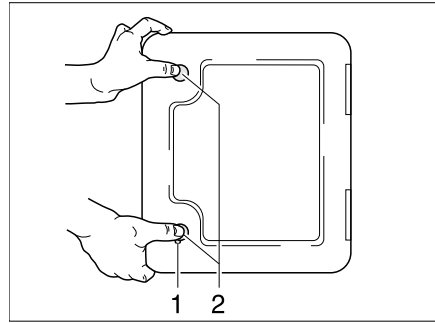

Bild 238 Klappe für die Toiletten-Kassette
- Die Klappe für die Kassette außen am Fahrzeug öffnen. Dazu den Schlüssel in den Schließzylinder des Druckschlösses (Bild 238,1) stecken und eine viertel Umdrehung drehen.
- Beide Druckschlösser (Bild 238,2) gleichzeitig mit dem Daumen drücken und die Klappe für die Kassette öffnen.